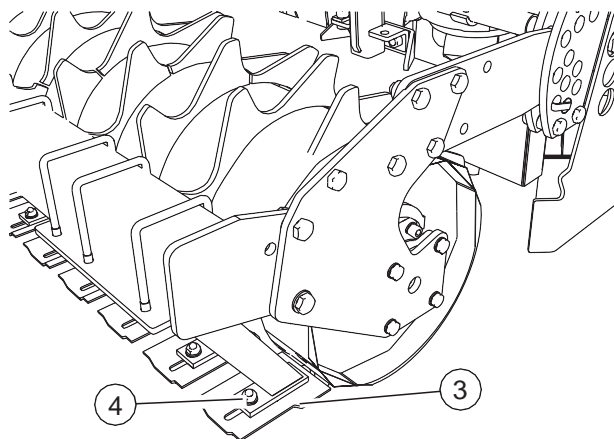

FIG. 23
- Lossa muttern (4, "fig. 23").
- Flytta in skrapan (3) nära välten.
- Dra åt muttern (4).